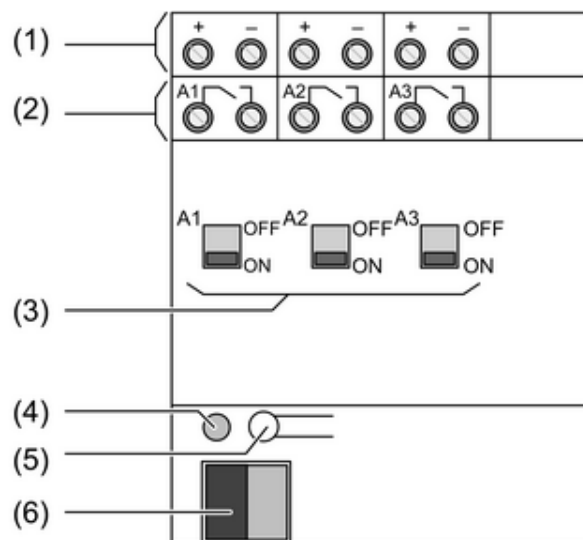

Figure 1
L'état des relais est restitué par les interrupteurs coulissants (3) sur la face avant de l'appareil (figure 1). Ils servent en même temps à l'utilisation manuelle des sorties de relais avec un outil adapté.